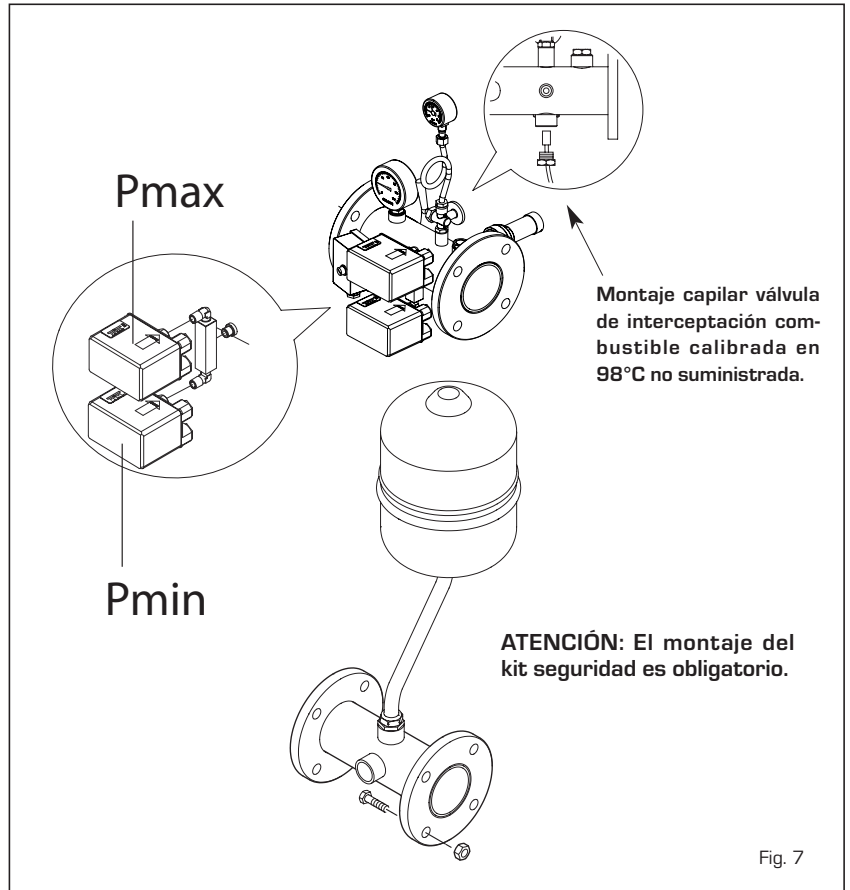

Fig. 7
2.8 KIT SEGURIDADES (fig. 7)
El kit tiene la siguiente composición (fig. 7):